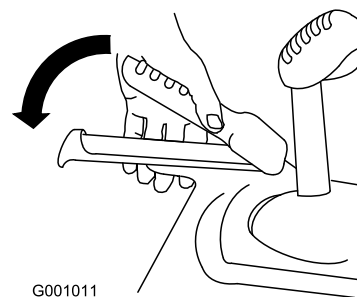

Figura 20
3. Aperte a alavanca do lado esquerdo (tracção) para a pega (Figura 20).
6. Aperte a alavanca do lado esquerdo (tracção) para a pega (Figura 20).